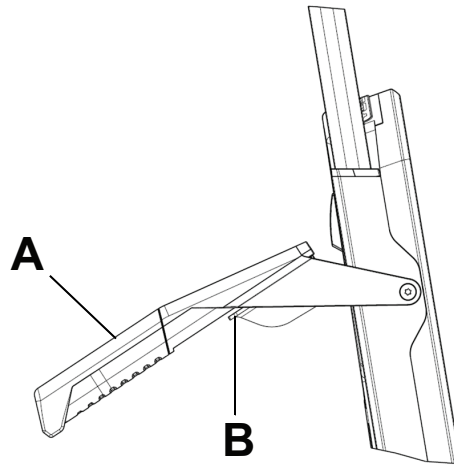

図 34 – 頭側端部の跳ね上げ式キャリーハンドルの引き下げ
1. 頭側端部の跳ね上げ式キャリーハンドル (A) を持ち上げます (図 34) 。
2. 赤色のハンドルトリガー (B) を、指で手前に引きます (図 34) 。